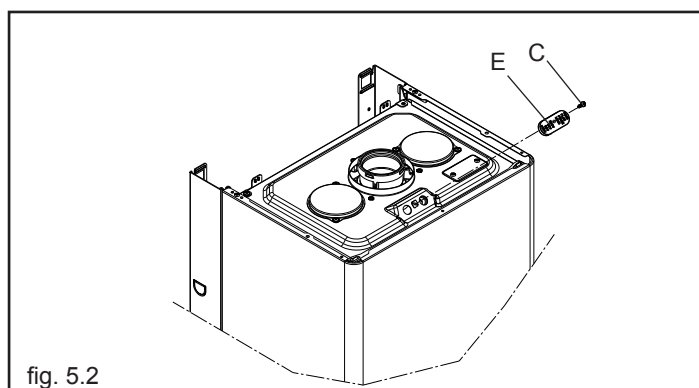

fig. 5.2
- Rimuovere le viti **C** e il coperchietto **E** sulla cassa aria (vedi fig. 5.2)